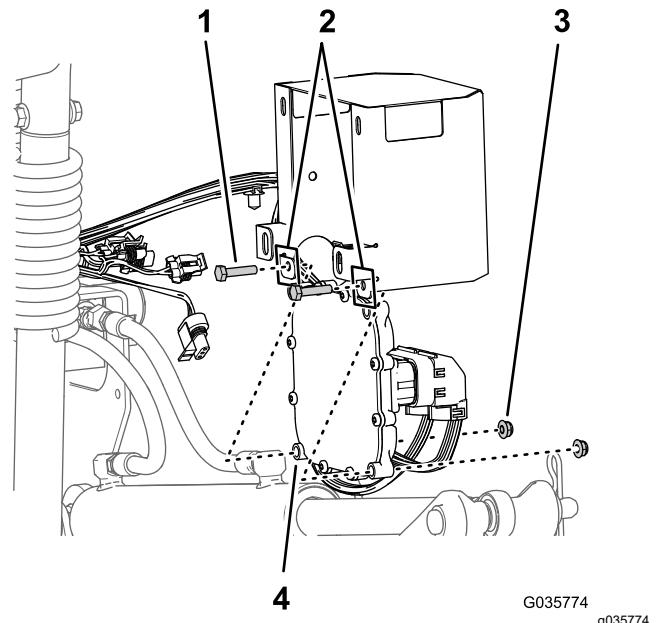

Figura 28
2. Monte el controlador en la cubierta con 2 pernos ($\frac{1}{4}$ " x $1\frac{1}{8}$ ") y 2 contratuercas con arandela prensada ($\frac{1}{4}$ "), tal y como se muestra en la Figura 28.
1. Alinee el controlador electrónico al interior de la cubierta del controlador con los taladros de montaje exteriores inferiores del controlador alineados con los de la brida trasera inferior de la cubierta(Figura 28)